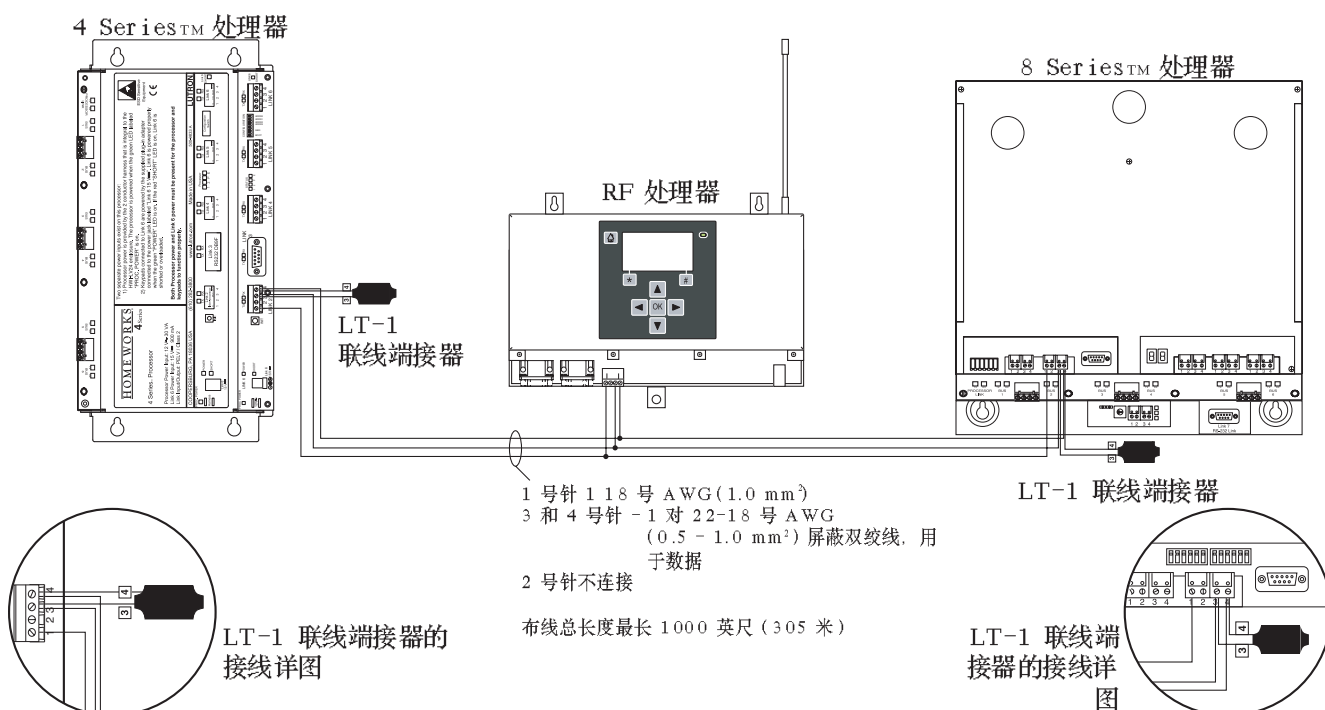

图 5 - 菊花链式联接的创煌家 (HomeWorks®) 处理器
5. 连接调光器中心的连线：连线 4 通过一条线束与出厂时安装的调光器中心相连接。如果需要由该处理器控制额外的 HWI-H48 板，连接这些板的通讯连线必须都连接到相同的接线端柱上。不要将端子 2 连接到 HWI-H48 上。如果 H48 联线的电缆长度达到或超过 50 英尺（15 米），则必须在连线两端的 MUX 和 MUX（端子 3 和 4）上跨接 LT-1 连线端接器。请参阅 HWI-H48 的说明（参见第 32 页的图 5）。
6. 连接处理器之间的连线（仅适用于多处理器安装）：处理器之间的连线用于创煌家（HomeWorks）处理器之间的通讯。如果需要，可将控制接线连接到处理器之间的连线（连线 2）上（参见第 4 页的图 5）。如果该处理器是菊链式联接中的第一个或最后一个处理器，则将所提供的 LT-1 连线端接器跨接在 MUX 和 MUX 上（端子 3 和 4 上 - 参见第 32 页的图 5）。如果没有 LT-1 端接器，可将一个阻值在 100 和 150 欧姆之间的 1/2 W 电阻跨接在端子 3 和 4 上以提供端接。